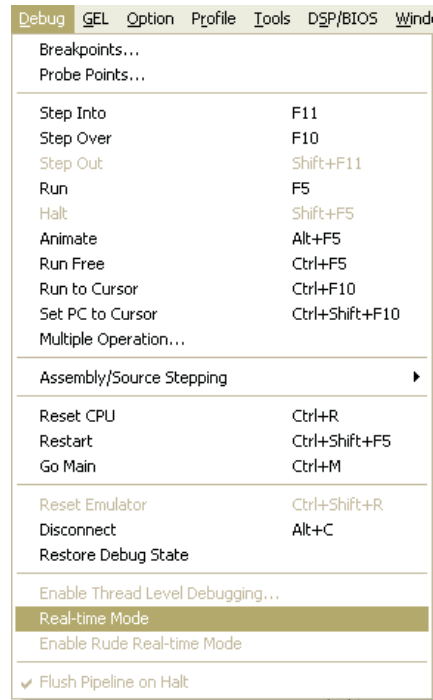

图 6. 调试菜单 (Debug Menu) 中实时模式选项 (Real-time Mode Option)
Step 1. 为了观测实时变化的 Watch 变量，点击 Debug menu-> Real-time mode（请见图 6）。将弹出一个对话框询问您是否真想允许实时模式切换。单击确定。然后在监视窗口中右键点击，并选择持续刷新。